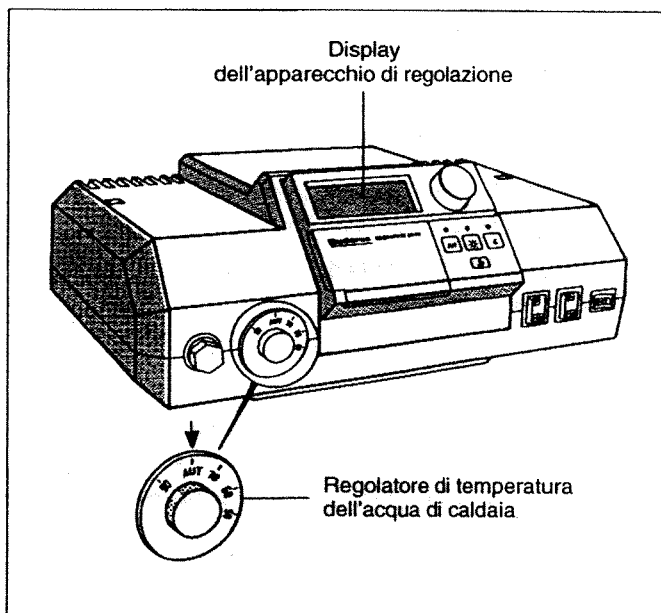

Fig. 5 Visualizzazione disfunzioni, regolatore di temperatura dell'acqua di caldaia
- Posizionare il regolatore di temperatura dell'acqua di caldaia (Fig. 5) su "AUT". Senza "Regolazione Ecomatic" impostare sulla temperatura desiderata.
Se sul display dell'apparecchio di regolazione (Fig. 5) viene segnalata una disfunzione e la spia di controllo sull'automatismo di combustione del bruciatore si accende, procedere come descritto a seguire: